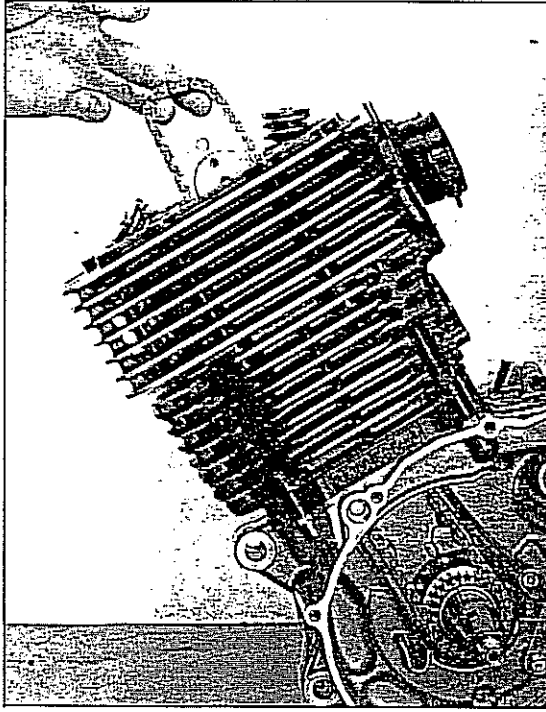

Bild 229 ►
- Steuerkette unter Zug halten und Körnermarkierung des Zahnkettenrads auf der Kurbelwelle zum Fluchten mit Pfeil auf Gehäuse bringen. Siehe Bild 229.